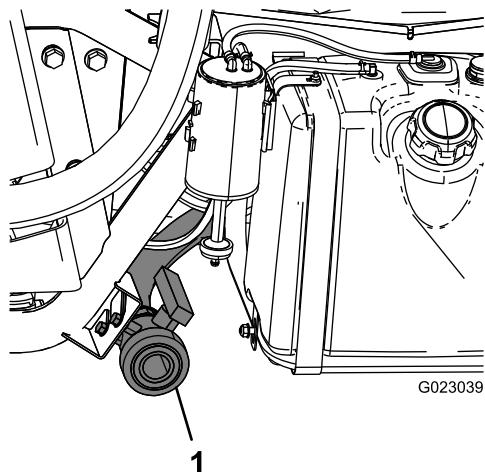

図 15
2. タンクのドレンバルブは車両の左側にある図 15。
4. タンクドレンハンドルを操作して残っている薬液を全部排出し、地域の法律や規則、メーカーの指示に従って適切に処分する図 15。
5. 排出が完全に終了したら、ドレンバルブを閉じ、バルブをブラケットに取り付ける図 15。